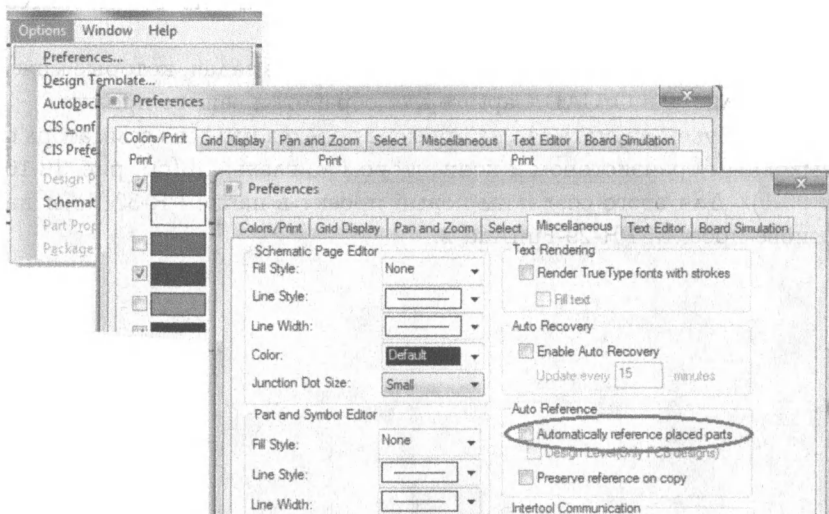

Рис. 20.2. Отключение автоматических ссылок
- Последовательность действий показана на рис. 20.2.